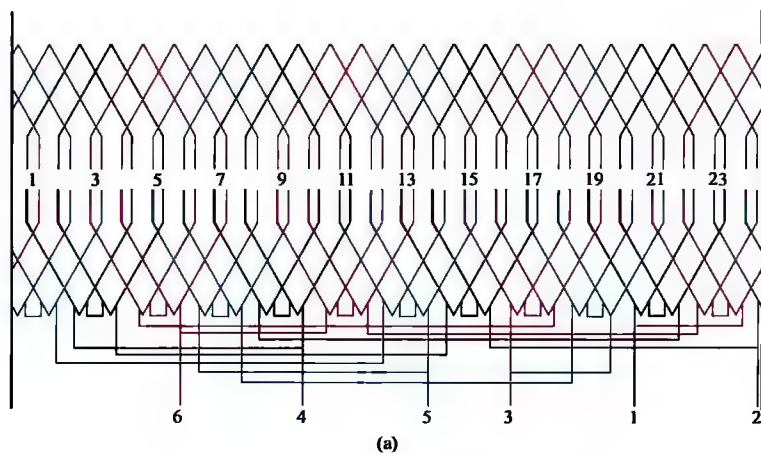

图 2-5 24 槽 8/4 极、 $\Delta/2Y$ 接法绕组（一）
5. 24 槽 8/4 极、 $\Delta/2Y$ 接法绕组展开图、接线圆图与接线简图（见图 2-5）